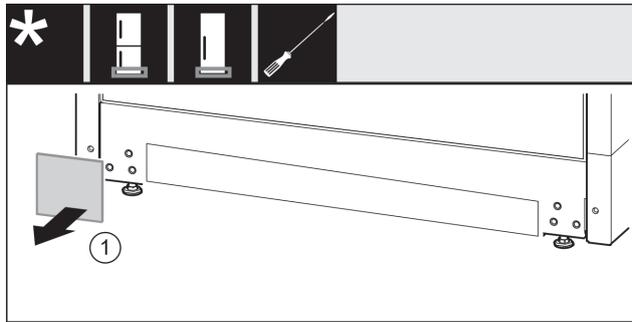

Fig. 18
- Rimuovere la copertura Fig. 18 (1).